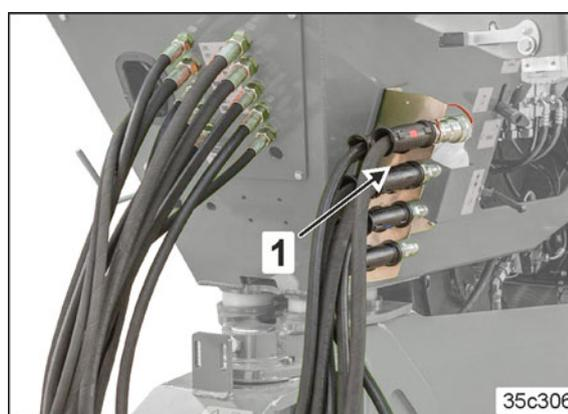

Fig. 123
- Penderie à flexibles (Fig. 123/1)